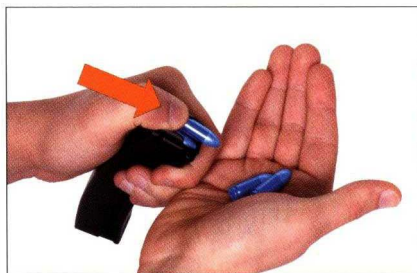

Abb. 48: Magazin leeren
- › Patronen nach vorne aus dem Magazin schieben (Abb. 48).